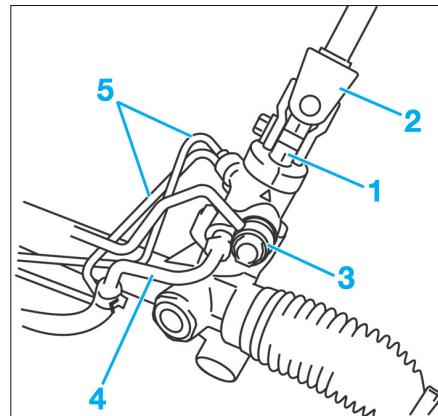

FIG. 15
- Désolidariser l'ensemble du bras inférieur (1) de colonne de direction de la crémaillière de direction (2) (**voir opération concernée**) (**Fig.15**).
- Retirer les canalisations basse (4) et haute pression (3) du boîtier de direction.
- Désolidariser l'ensemble des canalisations (5) du cylindre du boîtier de direction.